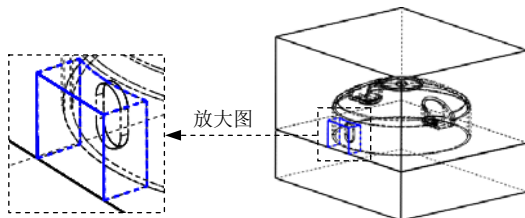

图 10.6.13 侧型芯
Step5. 单击“型心”对话框中的  按钮，完成图 10.6.13 所示的侧型芯的创建。